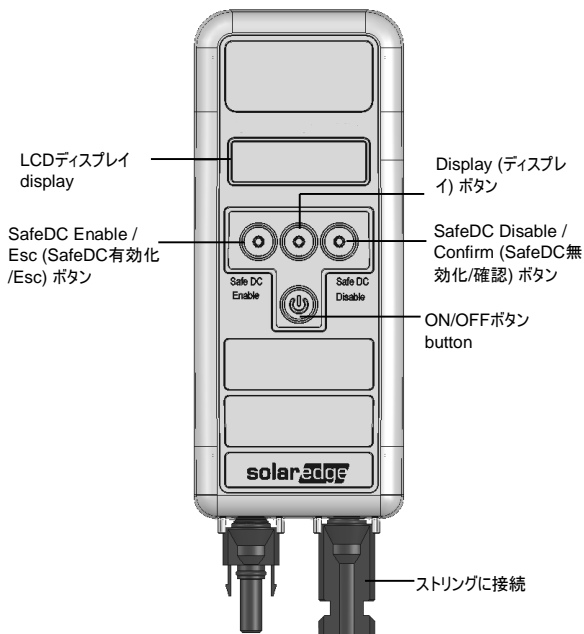

図1: SolarEdgeキーのインターフェース
- 1 スtringケーブルをSolarEdgeキーの下にある2つのコネクタに接続します (図1参照)。